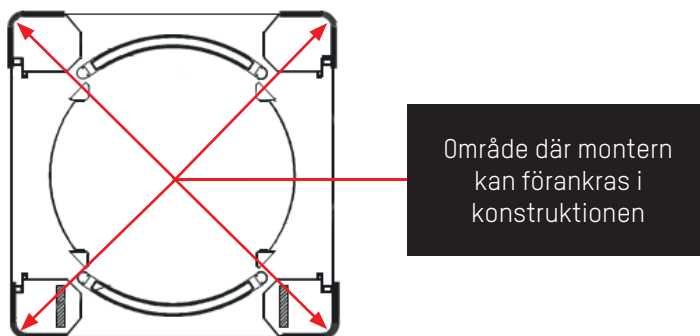

Fig. 20 - Sidoramars
2. Placera dig själv med infästningen på den förankringsyta som finns för båset (⇒ Fig. 20)..